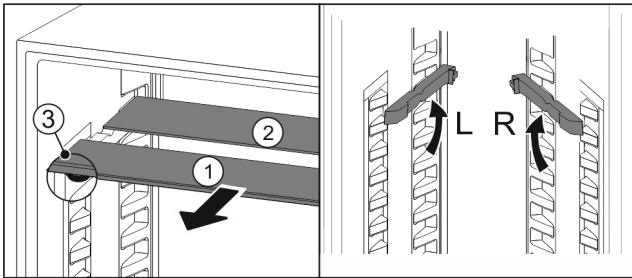

Fig. 195
- ▶ По одной извлеките Fig. 195 (1) стеклянные панели движением вперед.
- ▶ Стеклянная панель Fig. 195 (1) с декоративной планкой лежит спереди.
- ▶ Стопоры Fig. 195 (3) показывают вниз.